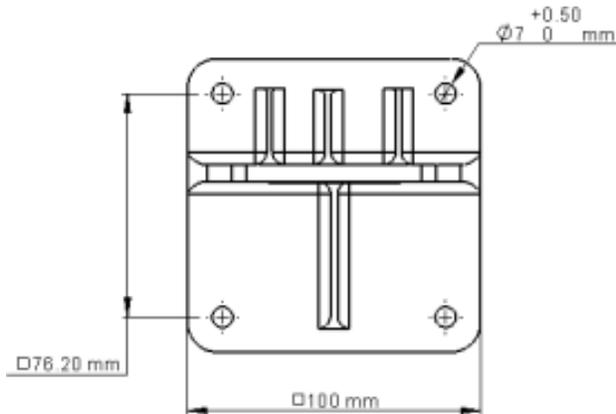

Figure 13 : Rotule de fixation – Vue de arrière
- Montez la base de la rotule (Figure 13) à une structure solide utilisant quatre fixations appropriées à travers les quatre trous de 7 mm (0,28 po) de diamètre. Quatre vis imperdables avec rondelles à ressort sont fournies dans le support basculant.
Procédez comme suit pour installer le détecteur à la rotule de fixation, en vous référant à la Figure 13 :